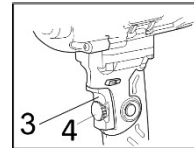

Fig. 4
1. Pour démarrer la perceuse, appuyez doucement sur l'interrupteur à gâchette (3) (Fig. 4).
Cette fonction vous permet de pré-régler l'outil pour un régime désiré lorsque vous utilisez la fonction du bouton de verrouillage. La vitesse de l'outil est ajustée en tournant la molette de commande de vitesse (4) (Fig. 4) dans le sens horaire pour augmenter la vitesse et dans le sens antihoraire pour diminuer la vitesse. Une fois que vous avez réglé la vitesse que vous désirez, lorsque l'interrupteur est complètement enfoncé et que le bouton de verrouillage est enclenché, la vitesse de l'outil passe à la vitesse réglée depuis la molette. Pour pré-régler un régime désiré, appuyez complètement sur la détente et enclenchez le bouton de verrouillage. Maintenez une prise ferme sur la perceuse en marche d'une main et utilisez votre main libre pour faire tourner la molette de « commande de vitesse » dans le sens horaire ou antihoraire jusqu'à ce que la vitesse de perçage désirée soit atteinte. Appuyez ensuite sur l'interrupteur et relâchez-le pour désengager la fonction de verrouillage. Une fois que vous avez tourné la molette à la vitesse de perçage désirée, lorsque vous démarrez la perceuse et engagez le bouton de verrouillage de la détente, la perceuse passera à la vitesse que vous réglez avec la molette de commande de vitesse.